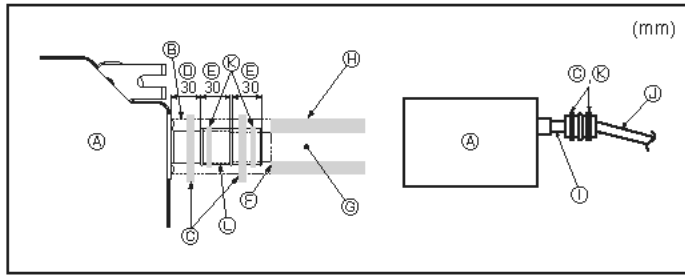

Fig. 6-2
- Drenaj soketini (üniteyle birlikte verilmiştir) drenaj çıkışına bağlayın. (Fig. 6-2) (Boruyu PVC tutkalıyla tutturduktan sonra bantlayarak tespit edin.)